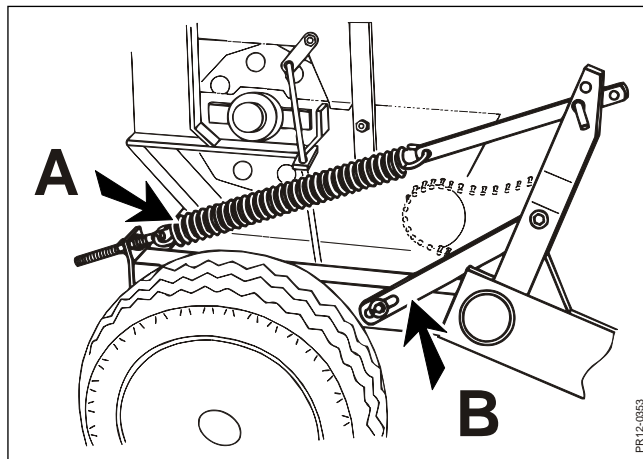

Fig. 4-3
- Fig. 4-3** Con el husillo A se ajustan los muelles de descarga, de manera que el recogedor tenga una presión máxima de 30 kg sobre el suelo. Compruebe esta presión colocándose de pie frente al recogedor y tirando del gancho hacia arriba para estimar la presión que se ejerce sobre el suelo. Cuando la máquina se encuentra sobre un terreno liso, la varilla limitadora B debe estar en la posición intermedia, de modo que el recogedor pueda moverse libremente arriba y abajo y, así, adaptarse al terreno.